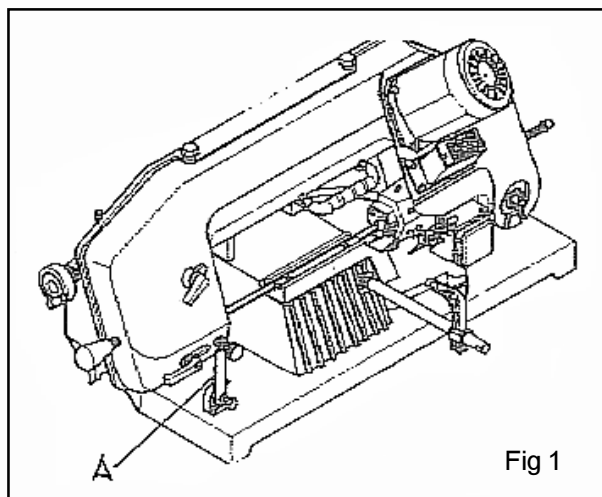

Fig 1
Desserrez la patte de blocage (A) de la Fig. 1, pour libérer la scie. Après utilisation, remettez en place la patte de blocage et serrez-la correctement pour assurer votre sécurité lors du transport. Tout défaut d'observation de cet avertissement risque d'entraîner des lésions corporelles et l'endommagement de la machine.